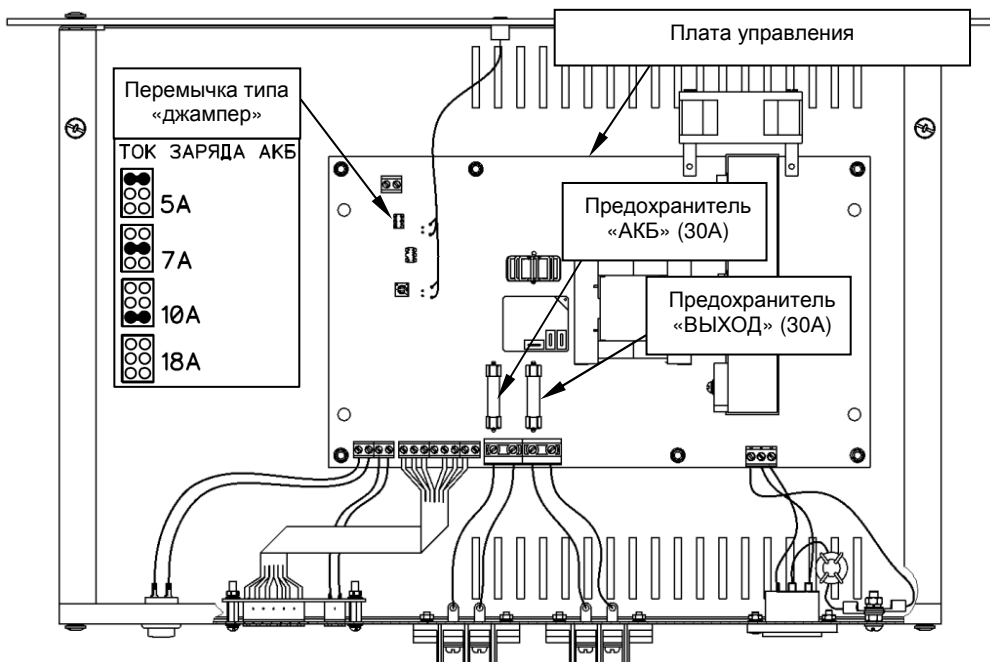

Рисунок 3 - общий вид источника со снятой крышкой
Источник обеспечивает ограничение тока заряда АКБ. Выбор одного из четырех значений ограничения тока заряда АКБ осуществляется установкой/удалением соответствующей перемычки типа «джампер» (см. рисунок 3) в соответствии с рекомендациями таблицы 2.
- ♦ Установите перемычкой требуемое значение ограничения тока заряда АКБ (см. рисунок 3 и таблицу 2);
- ♦ Проверьте наличие и исправность предохранителей, расположенных внутри корпуса (см. рисунок 3);